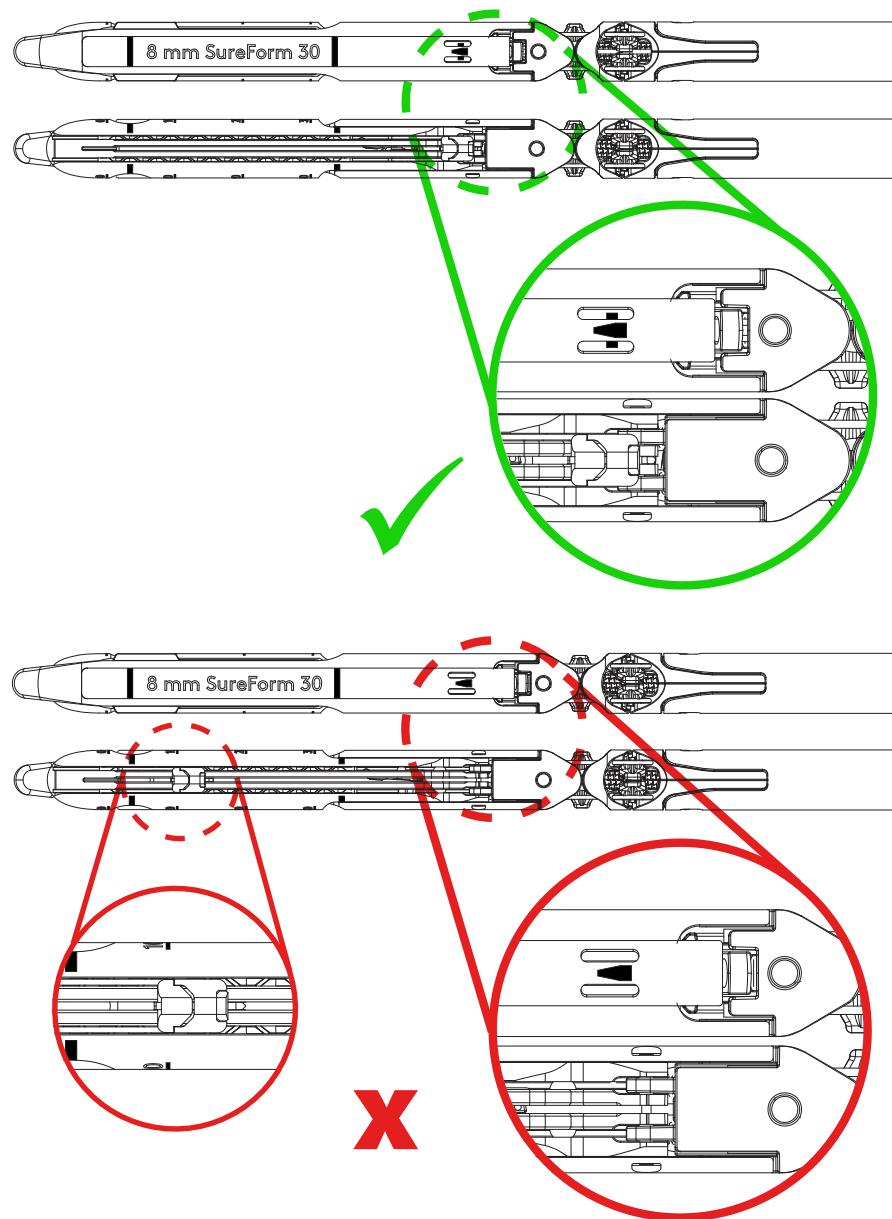

Figura 3.10 Verificar posição do I-Beam
3. Se a parte superior da bigorna ou a parte inferior do canal estiverem visíveis, continue girando o botão de liberação manual até que o I-Beam tenha se retraído completamente, indicando que as mandíbulas estão completamente abertas. Consulte Figura 3.10.